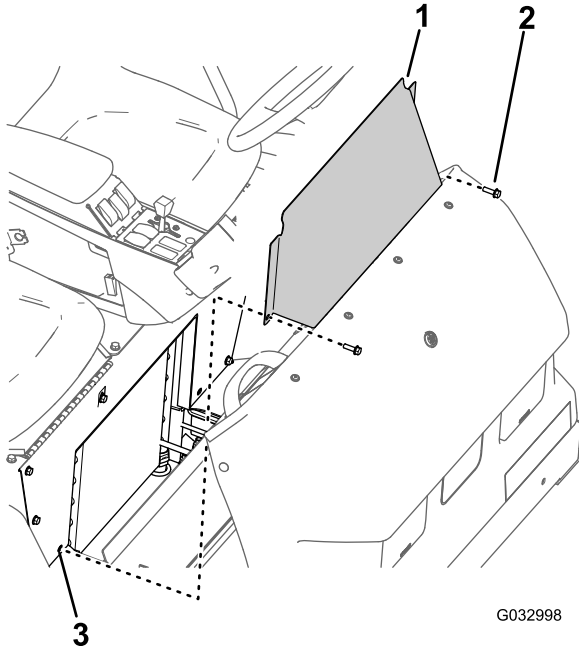

Figure 65
1. Retirez les 2 boulons à embase qui fixent le panneau d'accès à la base du siège (Figure 65).
2. Déposez le panneau d'accès à la base du siège de la machine (Figure 65).
1. Alignez les trous du panneau d'accès et les trous dans la base du siège (Figure 65).
2. Fixez le panneau d'accès à la base du siège au moyen des 2 boulons à embase (Figure 65) retirés à l'opération 1 de la section Dépose du panneau d'accès à la base du siège (page 58).